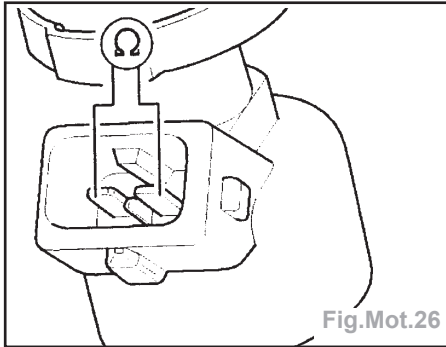

Fig.Mot.26
- Contrôler la résistance des injecteurs entre les contacts (Fig.Mot.26).